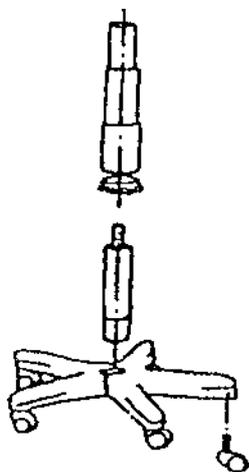

Рис. 11. Установка роликов и газового патрона
Ролики (1) вставляются в отверстия крестовины (2), надевается чехол (13) и вставляется газовый патрон (3) в крестовину (2) (рис.11.).